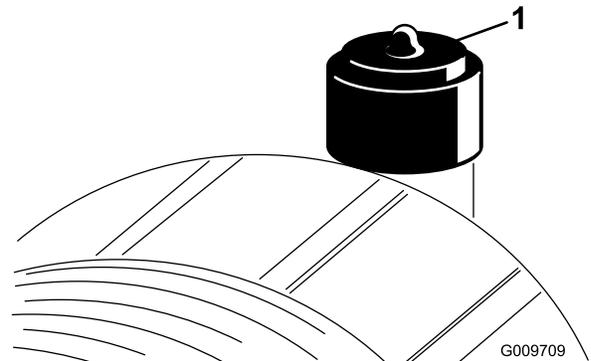

Bild 47
- Tauschen Sie den Luftfiltereinsatz aus, wenn der Luftfilteranzeiger Bild 47 rot ist. Reinigen Sie den Luftfiltereinsatz nicht übermäßig.
3. Stellen Sie die Luftfilteranzeige zurück, wenn dies rot ist, siehe Bild 47 unter Luftfilteranzeige prüfen (Seite 43).